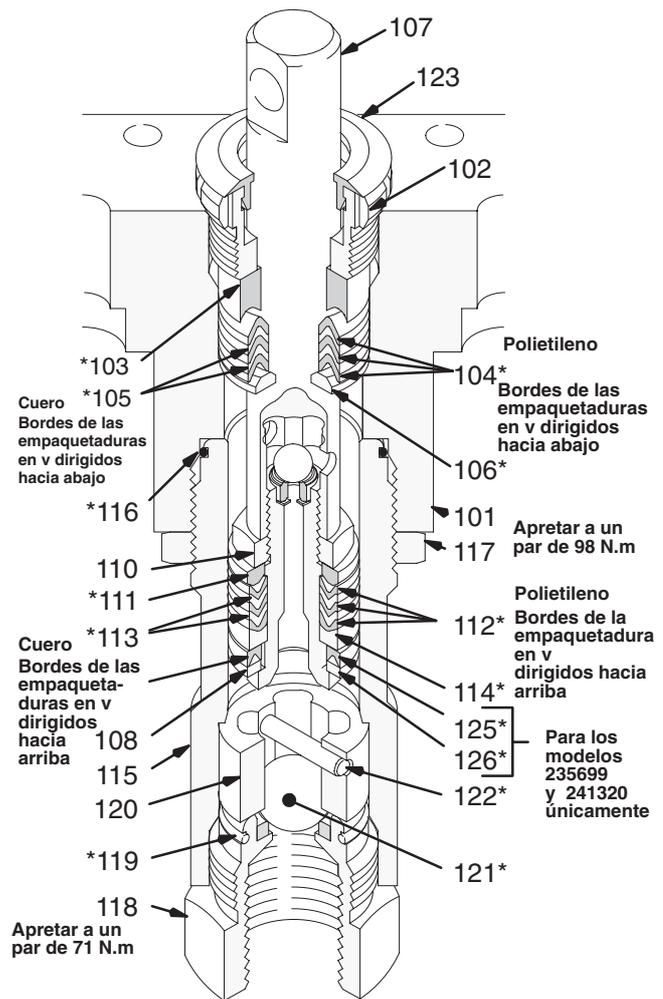

Fig. 6
9. Apile las piezas siguientes, una de cada vez, en la parte superior del colector (101): el casquillo macho (106\*), alterne tres empaquetaduras de plástico (104\*) con dos de cuero (105\*), y después el casquillo hembra (103\*). Vea Fig. 6.